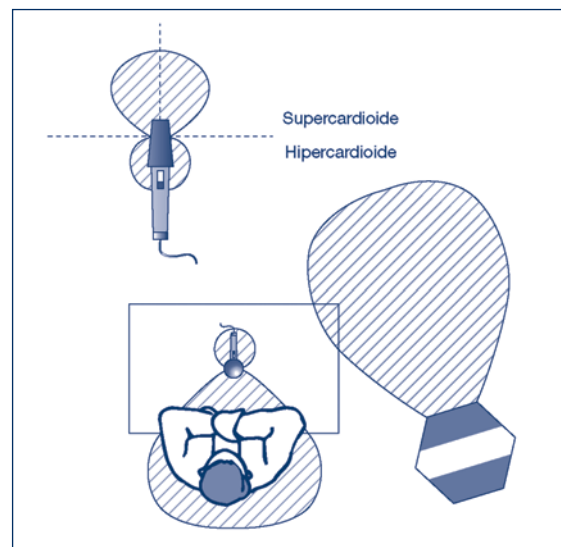

Fig. 1.24. Micrófono hipercardioide
d) **Micrófono hipercardioide.** Es un micrófono cardioide pero altamente direccional, en el que el gradiente de presión supera el 65%. El uso de estos micrófonos es imprescindible en las instalaciones de refuerzo de palabra para conseguir la captación preferente de la voz del orador sin recoger simultáneamente el sonido de los altavoces más próximos, pues produciría el acoplamiento acústico o efecto Larsen, caracterizado por el conocido "pitido" de los altavoces (Fig. 1.24).